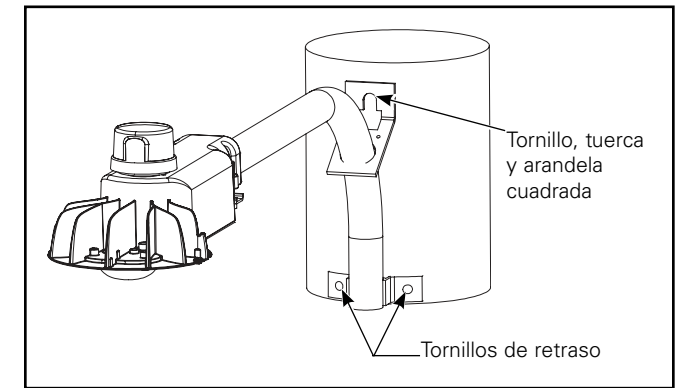

Figura 7.
8. Conecte el cable a tierra alrededor del perno, ensamble la arandela y la tuerca y apriete con una llave. (Figura 7.)